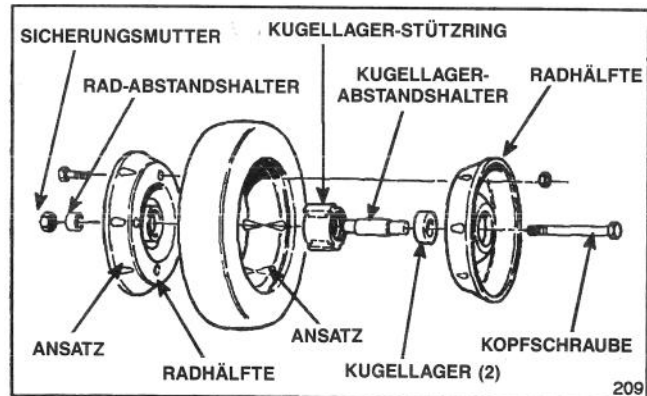

Abbildung 31
1. Motor abstellen und Kopfschraube, Radabstandshalter und Sicherungsmutter, die Rad mit Achszapfen verbindet, entfernen (Abb. 31).
2. Radhälften vom Reifen trennen, indem (4) Flanschkopfschrauben und Sicherungsmuttern entfernt werden (Abb. 31).
1. Reifen auf je (1) einen Radhälftenansatz positionieren (Abb. 31).